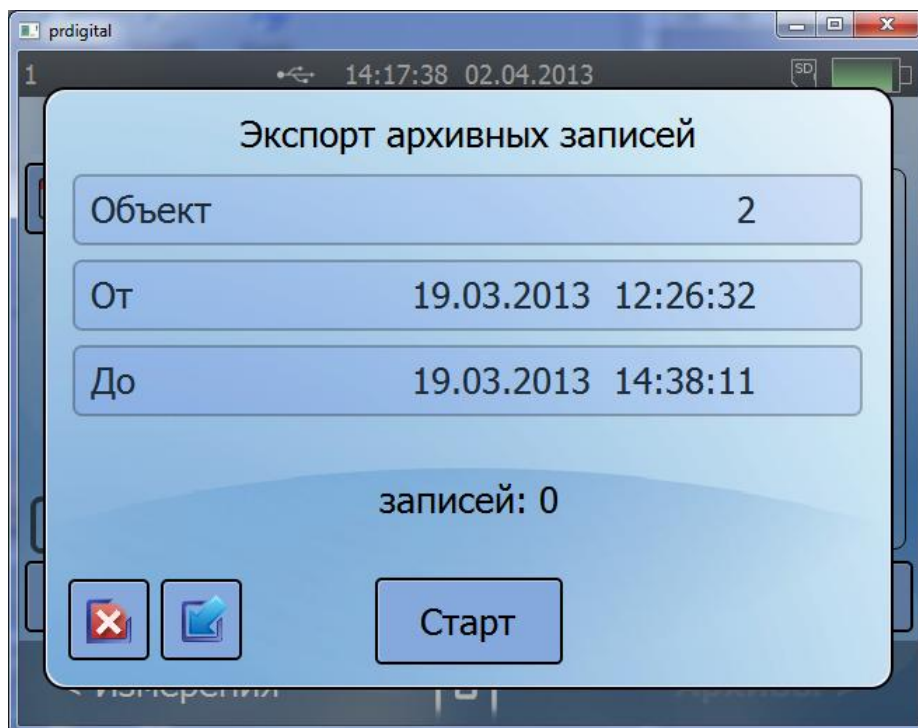

Рис.9. Меню «Экспорт архивных записей»
- 3.4.6. С помощью программы «prdigital» в меню **«Архивы»** появляется возможность записи архивных данных на персональный компьютер. Для записи архивных данных необходимо нажать кнопку **Экспорт**, в открывшемся окне ввести номер объекта, дату и время архивных данных и нажать кнопку **Старт** (см. рис.9). На ПК создать соответствующую директорию для записи файлов в формате **csv**.